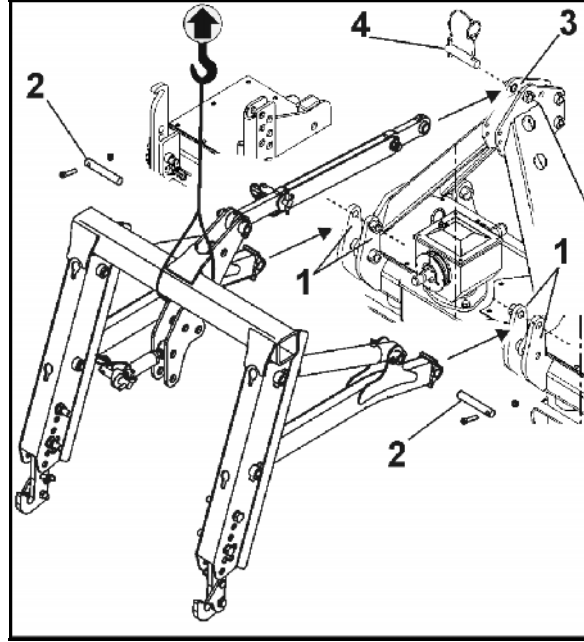

Fig. 42
4. Kaldırma tertibatını taşıyıcı plakalar (Fig. 42/1) arasında sola ve sağa sürünüz pimler (Fig. 42/2) ile takınız ve cıvata ve somun ile emniyete alınız.
5. Üst direksiyonu, zemin işleme makinasının bağlantı noktasına (Fig. 42/3) pimler (Fig. 42/4) ile takınız ve kapaklı soket ile emniyete alınız.